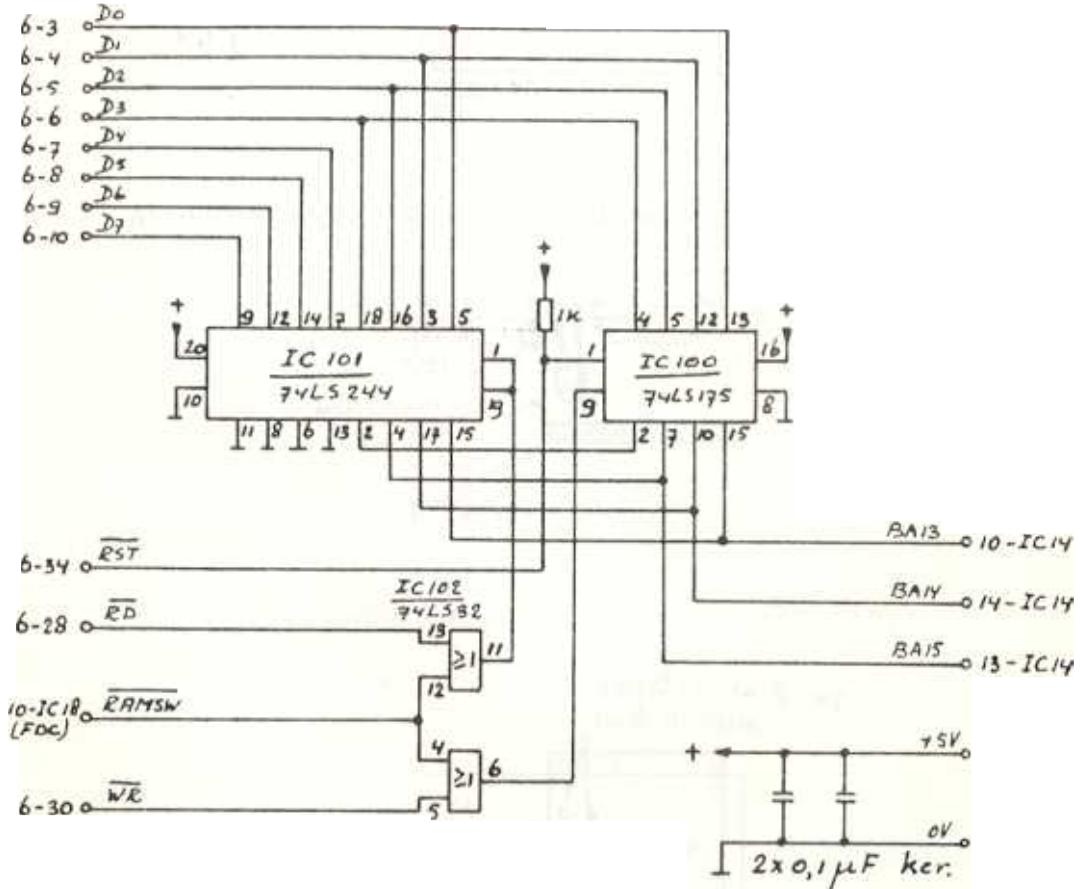

Figuur 5:
1. De Floppy Disk Controller wordt alleen voorzien van de naar 64k gewijzigde geheugenuitbreiding met bankschakelaar, die geplaatst moet worden op de connector voor "memory card I". Omdat op de Floppy Disc Controller al een geschikte adresdecoder aanwezig is, kan in dit geval IC 103 (74LS138) op de bankschakelaar weggelaten worden. In plaats hiervan komt dan een verbinding tussen pen 12 en 4 van IC 102 (74LS32 op de geheugenbankschakelaar) en pen 10 van IC 18 (74LS138 op de P2C2 Floppy Disk Controller). Zie figuur 5. De signalen A 7 t/m A 2 hoeven dan niet meer naar de bankschakelaar gebracht te worden. Evenals bij toepassing in de "standaard" P2000T onstaat ook hier een vrije geheugenruimte van 80 kb, waarvan 48kb in zes geheugenbanken van elk 8kb in het adresbereik &HE000-&HFFFF.